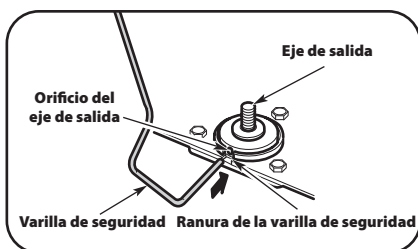

Figura 2
1. Alinee el orificio del eje de salida con la ranura de la varilla de seguridad. Inserte la varilla de seguridad a través de la ranura de la varilla de seguridad y dentro del orificio del eje de salida. Consulte la Figura 2.
4. Alinee el orificio del eje de salida con la ranura de la varilla de seguridad. Inserte la varilla de seguridad a través de la ranura de la varilla de seguridad y dentro del orificio del eje de salida. Consulte la Figura 2.